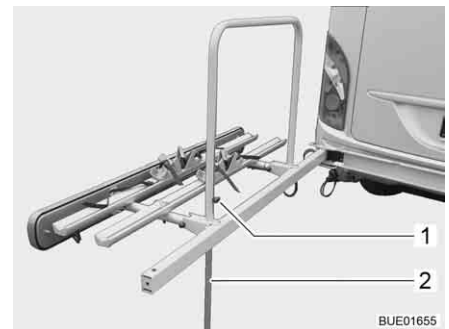

Bild 4 Stütze
- Stützrohr (Bild 4,2) an der Knebelschraube bis zum Boden absenken.
- Knebelschraube (Bild 4,1) wieder festziehen.